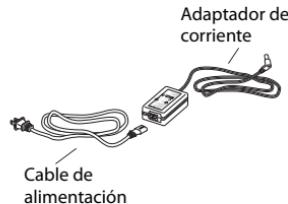

Figure 4
- 1 Conecte el cable de alimentación al adaptador de corriente. Véase Figure 4.